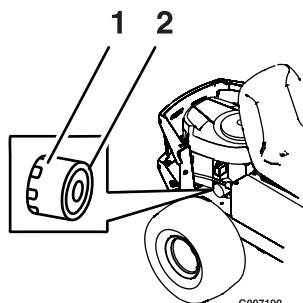

Figure 34
8. Enlevez le filtre usagé et essuyez le socle de montage (Figure 34).